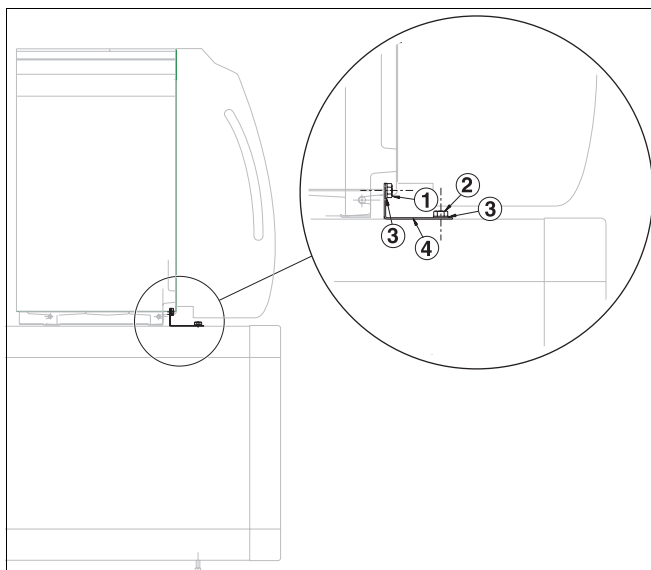

Рис. 7 Монтаж отопительного котла на бак-водонагреватель
- Выровнять отопительный котел таким образом, чтобы отверстия в крепежном уголке совпали с отверстиями для крепления в баке-водонагревателе (рис. 7).
- Закрепить крепежный уголок (рис. 7, **поз. 4**) болтом M10 x 30 (рис. 7, **поз. 2 и 3**) к баку-водонагревателю.
- Затянуть болт M10 x 55 (рис. 7, **поз. 1**) на крепежном уголке (рис. 7, **поз. 4**).